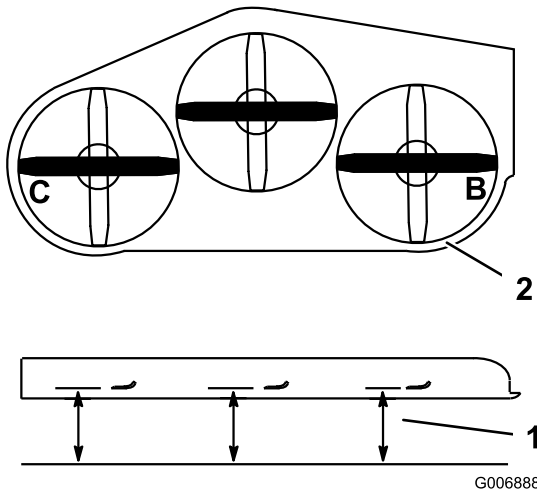

図 94
4. **B** 位置および**C** 位置で、平らな床面からブレードの刃先までの距離を測定する **図 94**。